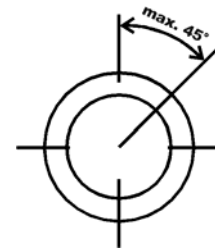

Abb. 1
- ⇒ Die Schalter dürfen Sie nur senkrecht stehend einbauen, Abweichung max. 45° (Abb.1).